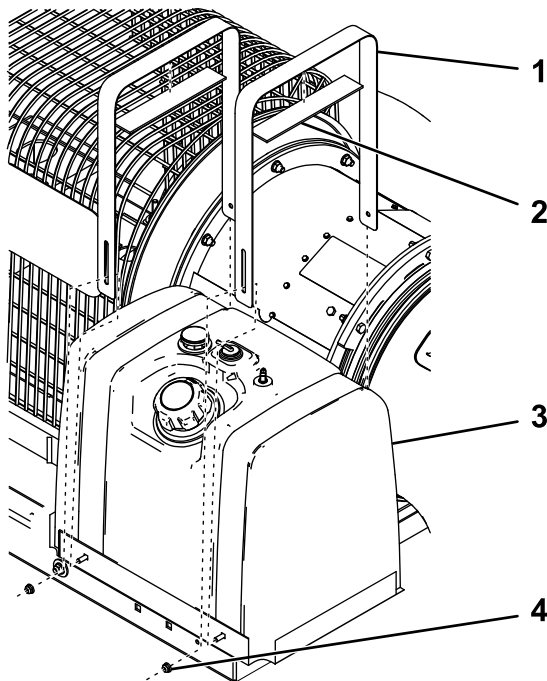

Figure 6
5. Fixez les patins aux brides du réservoir de carburant (**Figure 6**).
6. Fixez le nouveau réservoir de carburant sur son support avec les brides et 4 écrous à embase (1/4"), comme montré à la **Figure 6**.